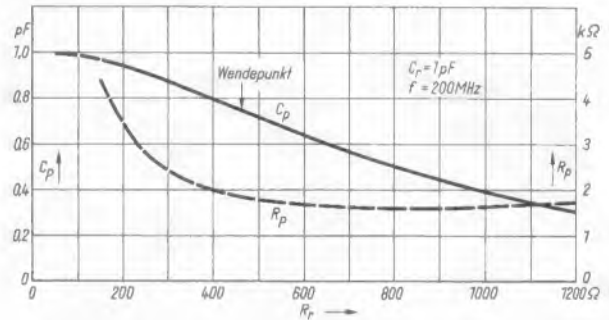
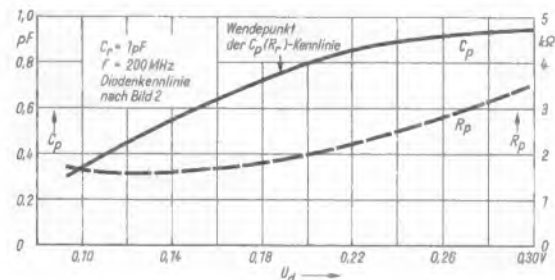
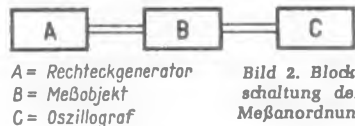

Bild 3a. Wirksame Parallelkapazität C_p und Parallel-Dämpfungswiderstand R_p in Abhängigkeit vom Diodenwiderstand R_r für eine Anordnung nach Bild 1
Bild 3b. Parallelkapazität C_p und Parallel-Dämpfungswiderstand R_p einer Anordnung nach Bild 1 und 3a, jedoch abhängig von der Diodenspannung U_d
Bild 2. Blockschaltung der Meßanordnung
Bild 3a zeigt für $C_r = 1 \text{ pF}$ und $f = 200 \text{ MHz}$ als Beispiel eine Kennlinie $C_p = f(R_r)$. Man erkennt den Wendepunkt bei $R_r = 460 \Omega$, in dem die Kapazitätsvariation, bezogen auf R_r , am größten ist.
Die steuernde Größe für C_p ist bei Anwendung der Diode als gesteuerter Widerstand die Diodenspannung U_d . Mit ihr ergibt sich unter Berücksichtigung der Dioden-Widerstandskennlinie (Bild 2) eine Abhängigkeit von C_p und R_p wie sie Bild 3b zeigt. Hierbei ist interessant, daß sich auch abseits vom $C_p(R_r)$ -Wendepunkt, nämlich nach kleinen Diodenspannungen hin (höheren R_r -Werten), noch größere Kapazitätshübe ergeben. Ursache dafür ist die starke Widerstandsänderung der Diode im Bereich ihres Kennlinienknicks. Für die $C_p(R_p)$ -Kennlinie in Bild 3a war dagegen eine lineare Widerstandsänderung angenommen.
2. Durchmessen von Oszillografen- und Hi-Fi-Verstärkern und Dimensionierung von Abschwächern und Regelnetzwerken durch praktischen Versuch (Bild 2 und 3);